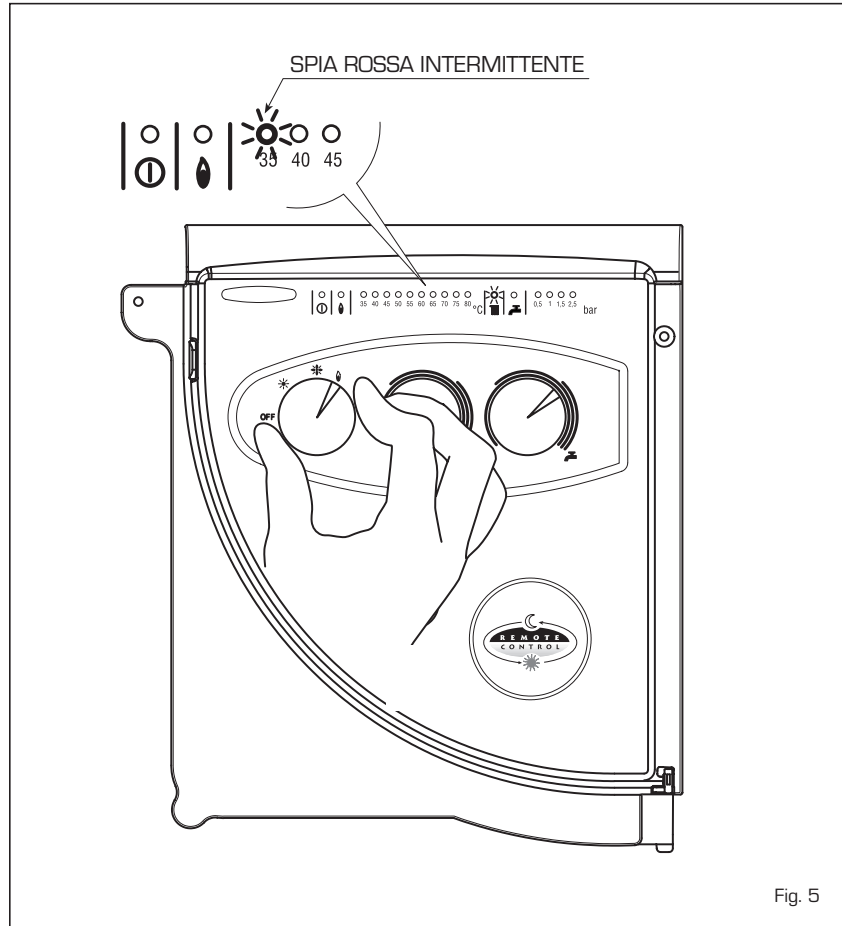

Fig. 5
- **Intervento termostato sicurezza** (fig. 5)